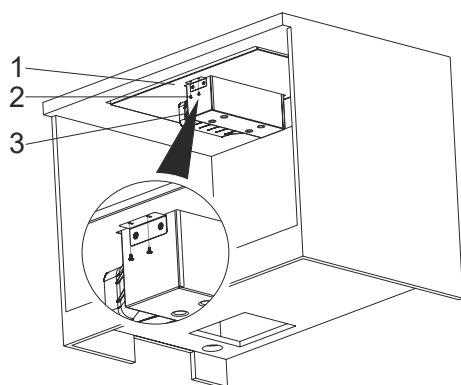

Fig. 11
4. Placera behållaren i hålet i mitten av hällen. Fäst den sedan på spishällen med 3,5 x 9,5 skruvar (Fig. 11).